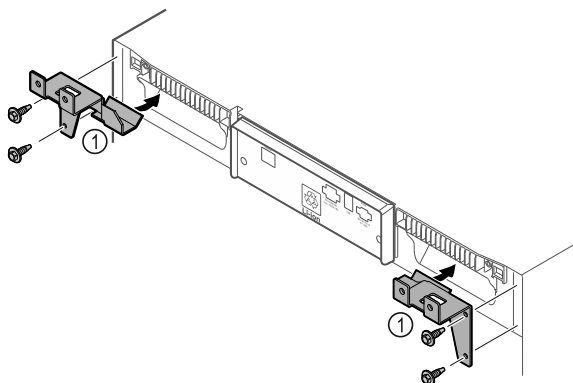

Fig. 51
- Monter les pièces de retenue Fig. 51 (1) sur l'appareil à l'aide de vis autotaraudeuses.